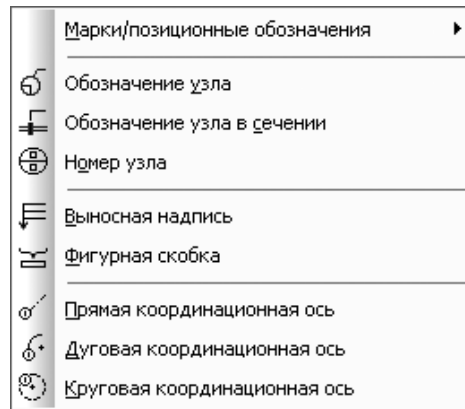

Рис. 4.182. Всплывающее меню пункта **Обозначения для ПСП** выпадающего меню пункта **Инструменты** главного меню
- **Обозначения для ПСП** вызывает всплывающее меню (рис. 4.182);